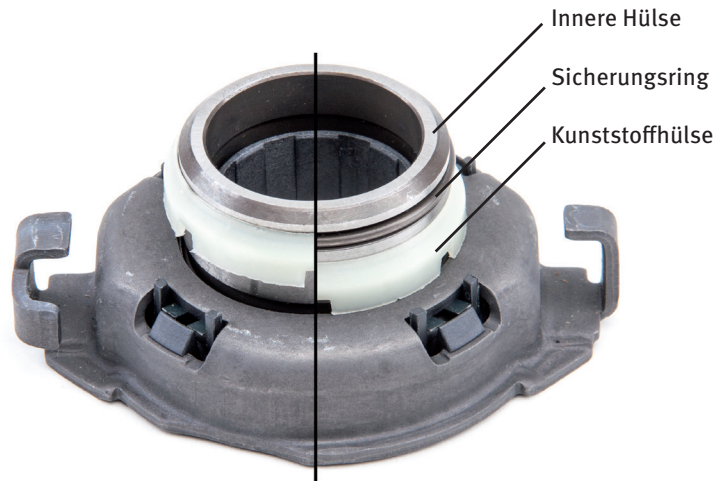
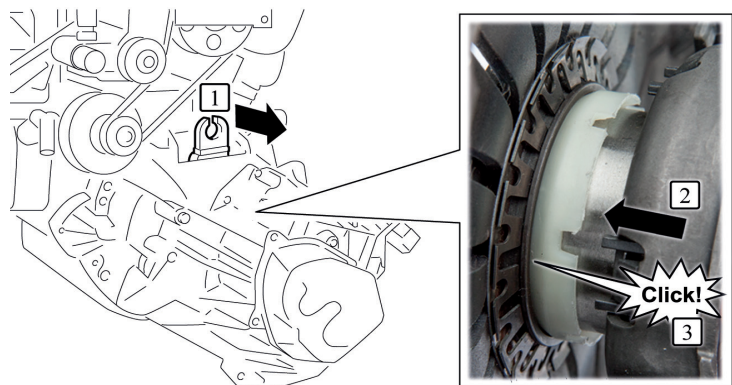

Bild 3: Der Sicherungsring wird durch die Kunststoffhülse vorgespannt (links) oder freigegeben (rechts)
Bild 4: Mit einem kräftigen Ruck am Ausrückhebel wird das Lager hörbar in der Kupplung arretiert
4. Nach dem Einbau des Getriebes muss das Ausrücklager über den Ausrückhebel in der Druckplatte arretiert werden. Um das indirekt, d.h. von außen zu ermöglichen, ist es mit einem Sicherungsring ausgestattet. Dieser wird durch eine Kunststoffhülse unter Vorspannung gehalten (Bild 3, links). Sobald das Ausrücklager auf die Druckplatte gedrückt wird, schiebt sich die innere Hülse in die Öffnung der Tellerfeder. Die Kunststoffhülse bleibt dabei stehen und gibt den Sicherungsring frei (Bild 3, rechts). Dieser rastet dann hörbar im Aufnahmering der Tellerfeder ein (Bild 4).